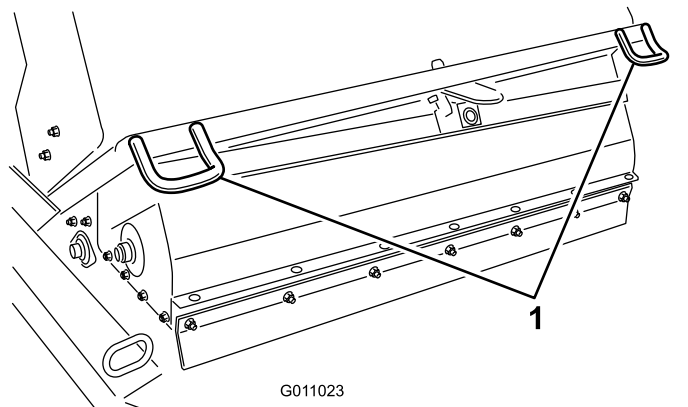
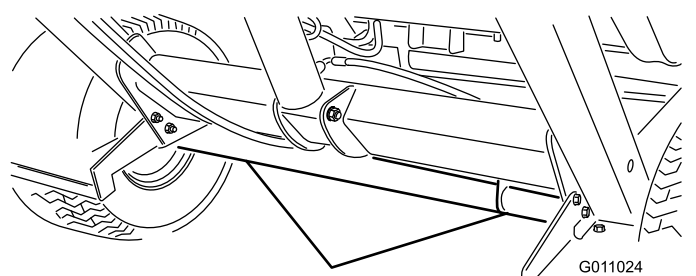

图30
图31
- 驾驶机器时，使用栓系固定机器的前面（图30）和轴（图31），并将机器的后面固定在拖车上。